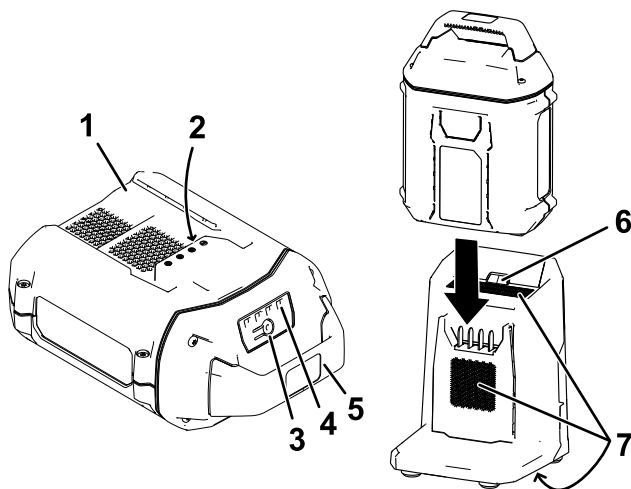

Figure 15
2. Placez le creux de la batterie (Figure 15) en face de la languette du chargeur.
3. Glissez la batterie dans le chargeur jusqu'à ce qu'elle soit complètement enclenchée (Figure 15).